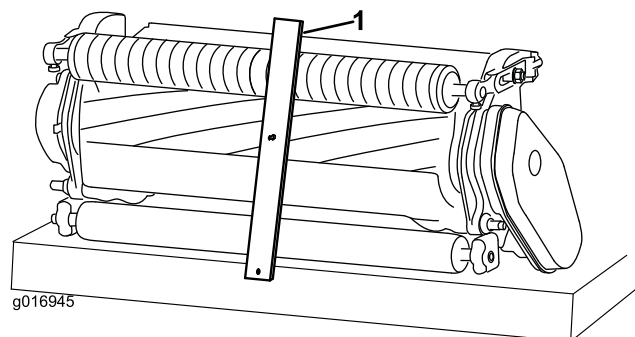

Figure 11
3. Accrochez la tête de la vis sur le bord tranchant de la contre-lame et appuyez l'arrière du gabarit contre l'arrière du rouleau (Figure 11).